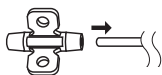

Figure 5. Fixation du manchon de fixation à ailettes en V.
17. Faire glisser le manchon de fixation à ailettes en V sur le segment rachidien (Figure 5 à la page 25) et faire descendre le manchon aussi près que possible du point d'entrée de l'aponévrose.